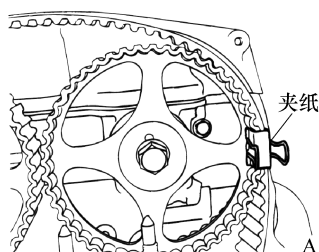

图 4-101 固定正时带
③ 逆时针转动机油泵链轮一个齿。
5) 将正时带装到排气凸轮轴链轮上,如图 1-100 所示。并在图 4-101 中指示的点用纸夹夹住以固定。